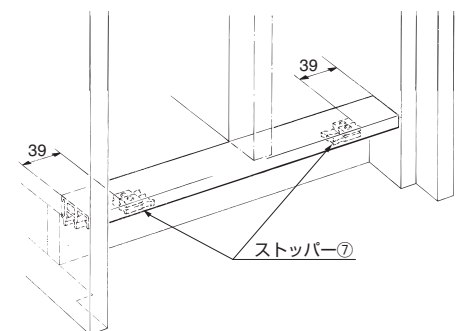

図 3-3-8
- (5) ストッパー⑦の位置は、図 3-3-8 によってください。